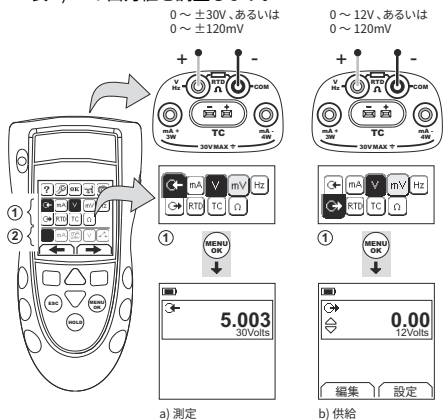
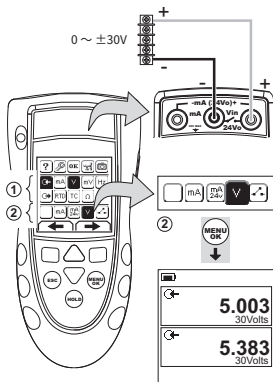

図 4: 構成例 - ボルトまたは mV の測定 / 供給 (エリア ①)
図 5: 構成例 - ボルトの測定 (二重機能、エリア ②)
1. 本計器を接続し (図 4 & 図 5)、必要に応じてセットアップ (表 1) を調整します。